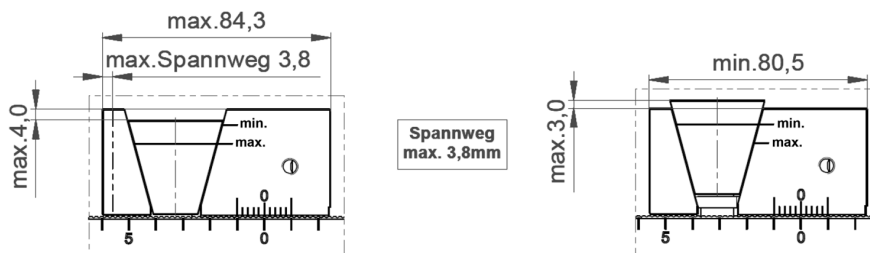

Abbildung 16: Obere und untere maximale Keilposition CombiRail 72
- ▶ Achten sie darauf, dass die maximale untere Position des Spann-Keils nicht unterschritten wird, da dann die Spannkraft nicht mehr gewährleistet werden kann. Die Position des Spann-Keils muss innerhalb des aufgeprägten Bereichs liegen. (siehe Abbildung 16)